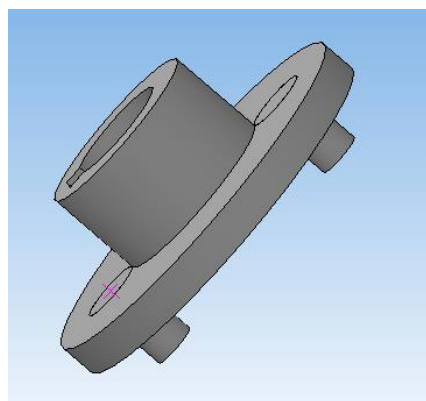

Рисунок 102.
6. В результате получим модель сборочной единицы «Поводок» (рисунок 102). Сохраните файл «Сборка поводка».